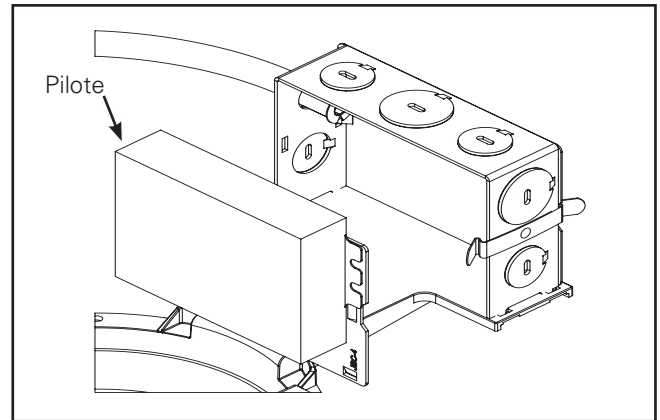

Figure 13
2. Retirez l'assemblage du pilote et du couvercle de la boîte de jonction. (Figure 13).